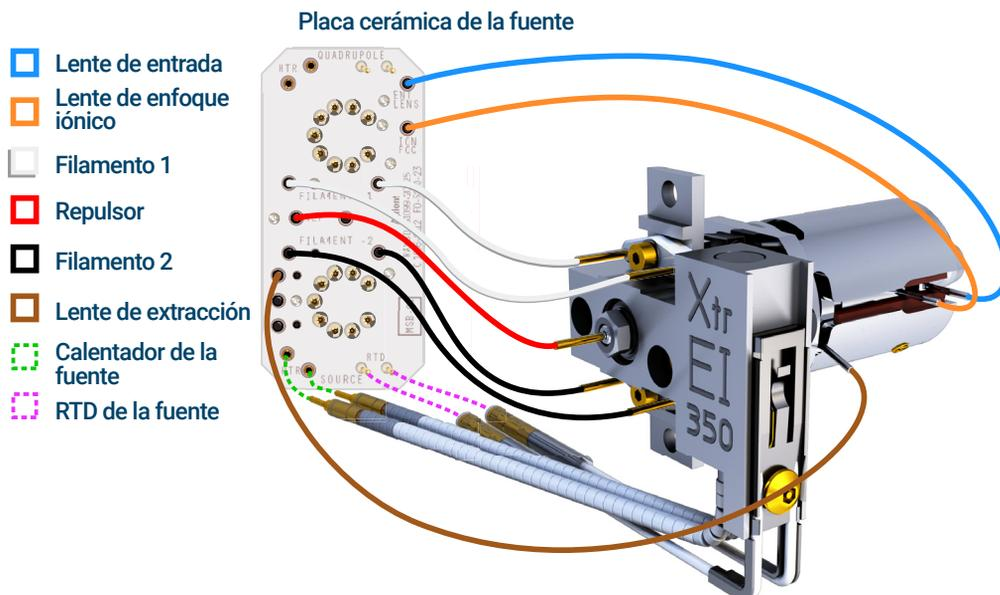

Figura 49. Cableado de la fuente EI XTR
- 2 Use pinzas o alicates para conectar/desconectar los cables del calentador de la fuente de la placa cerámica de la fuente (CSB). (Consulte la **Figura 49**).